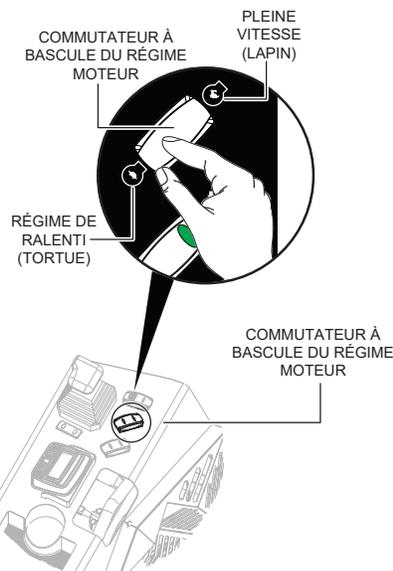

Figure 20. Interrupteur d'accélérateur
1. Chaque pression sur le commutateur à bascule du régime moteur (Figure 20) le fait passer du régime de ralenti au régime de fonctionnement si la présence de l'opérateur est détectée.